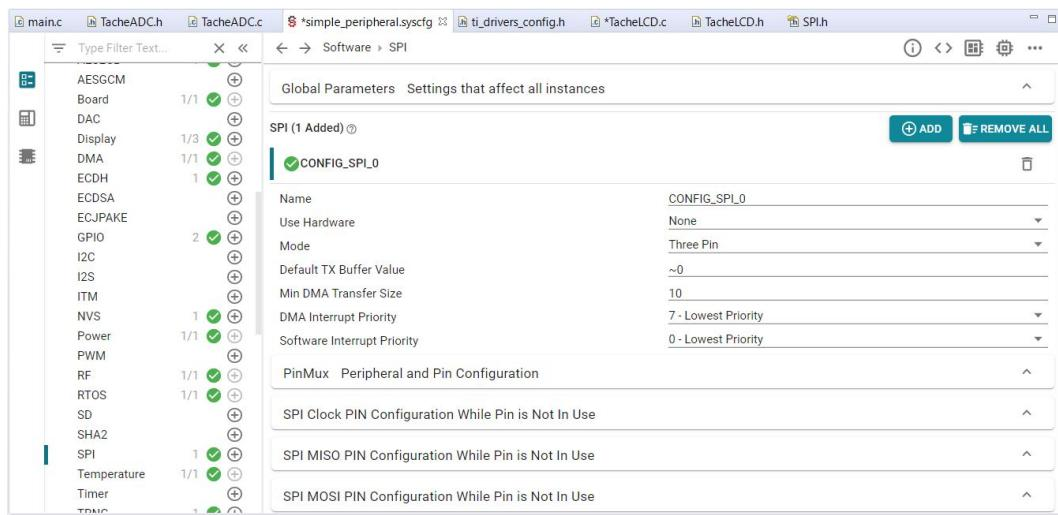

FIGURE 18 – Add peripheral SPI
2. Ajouter un périphérique SPI avec l'interface syscfg comme montre la Fig. 18.